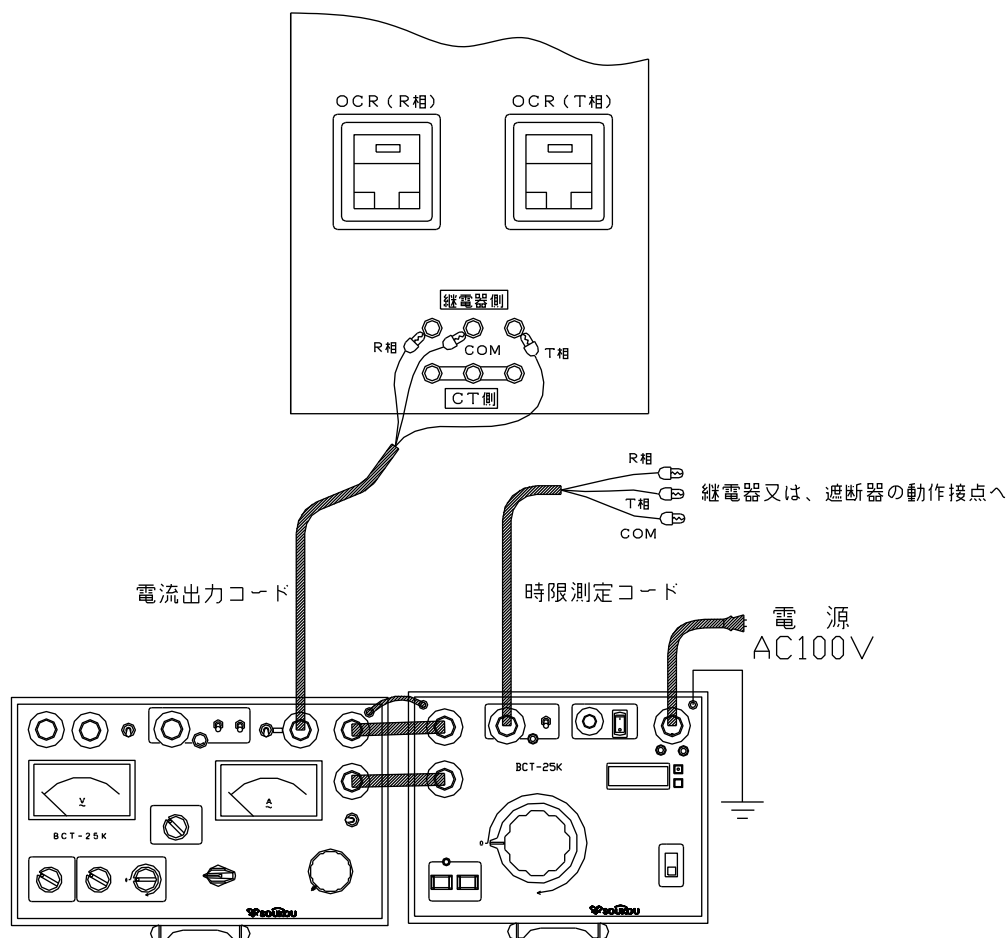

図5：試験回路図（構成）
5. 以上のような点を注意し、試験回路を構成します。(図5,6,7,8,9)